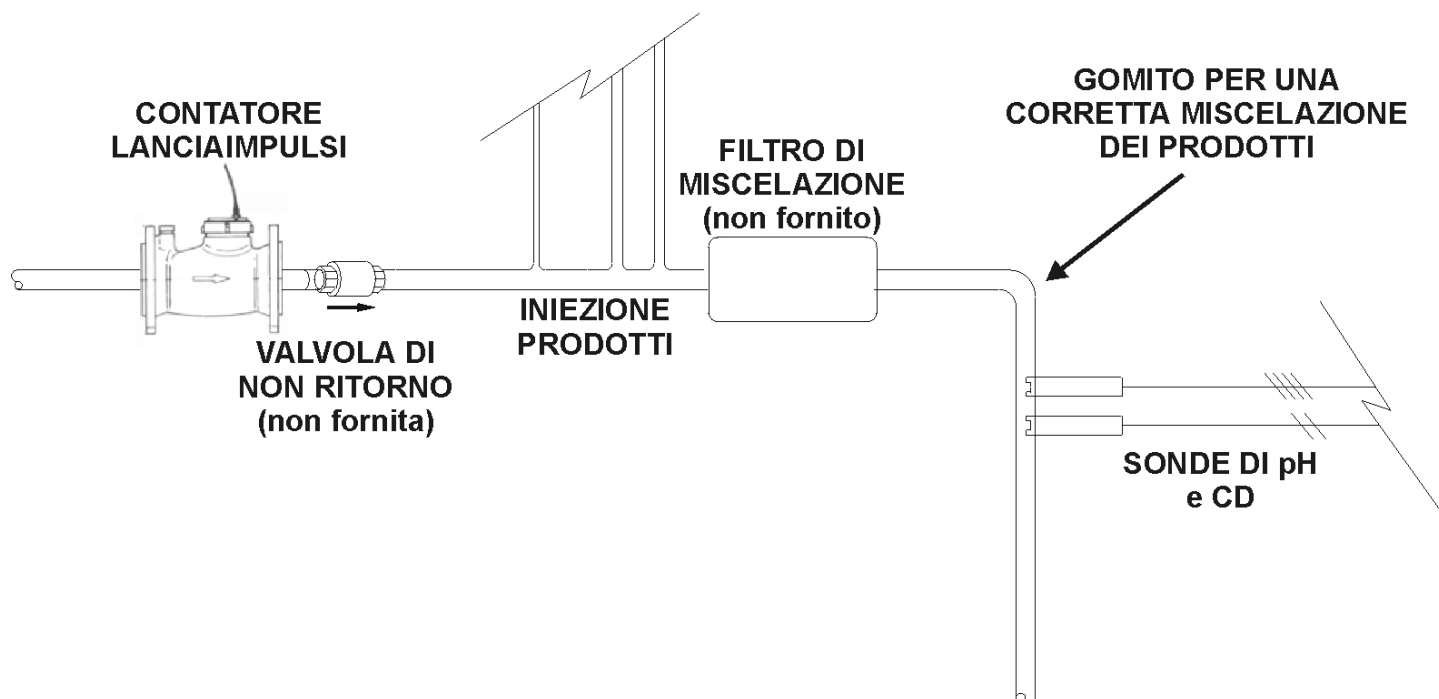

Fig. 1 (schema ideale installazione sonde di controllo)
- 2) **Installare** sulla tubazione principale il sottoelencato materiale nella seguente sequenza (vedi Fig.1):